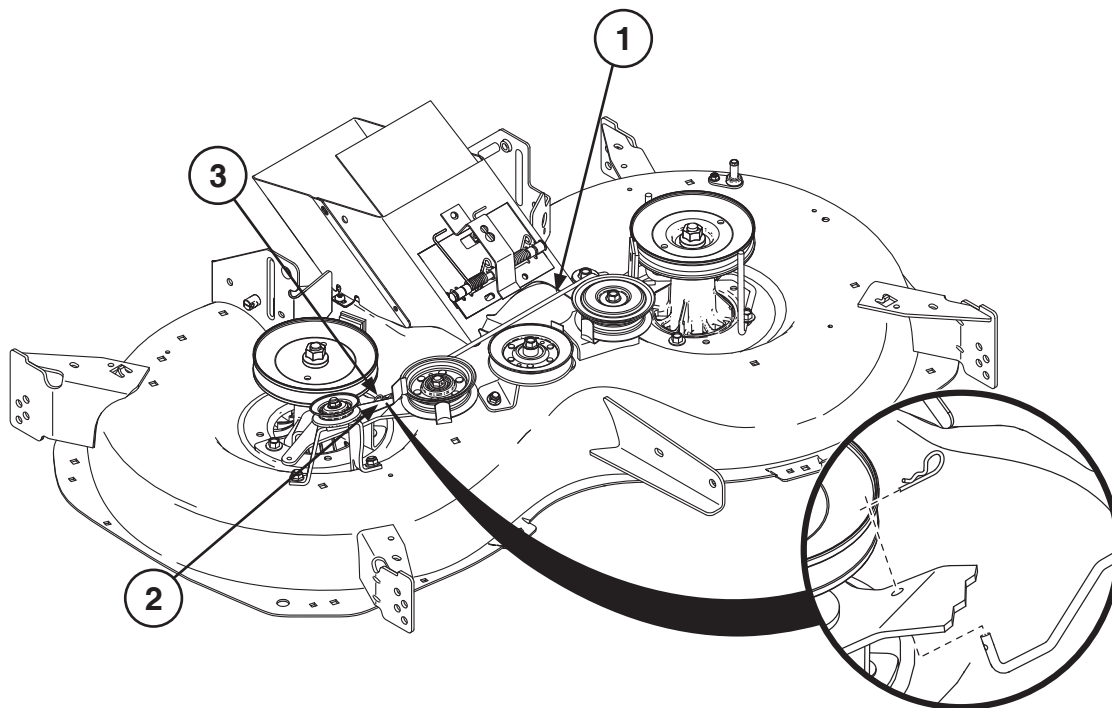

Fig. 6
- Ⓘ 8. Βιδώστε τα συγκροτήματα των στηριγμάτων (3) στο πλαίσιο (Εικ. 5).
- SE 9. Sätt fast bromslänksenheten (1) på den högra kopplingsarmen (2) och montera klämman (3) (bild 6).
- NO 9. Fest bremseakselenheten (1) til klemmearmen på høyre side (2). Sett inn klipsen (3) (Fig. 6).
- DK 9. Monter bremseleddet (1), på højre side af koblingsarmen (2), monter klemmen (3) (fig. 6).
- FI 9. Kiinnitä jarrunivelkokoonpano (1) oikeanpuoleiseen kytkinvarteen (2) ja asenna kiinnike (3) (kuva 6).
- PT 9. Fixe o conjunto de ligação do travão (item 1) ao braço da embraiagem do lado direito (item 2) e instale o grampo (3) (fig. 6).
- GR 9. Στερεώστε το συγκρότημα του μοχλικού του φρένου (1), στον βραχίονα σύμπλεξης της δεξιάς πλευράς (2) και τοποθετήστε το κλιπ (3) (Εικ. 6).